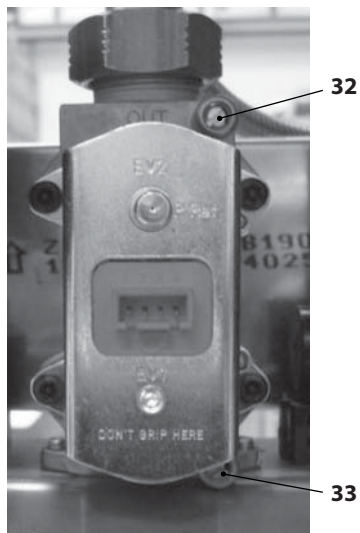

Рисунок 7.1
Выключив котел (приведя в нерабочее состояние), проверьте давление питания при помощи отвода 32 см. Рисунок 7.1 и сравните считанное значение со значениями, приведенными в таблице "Давление газа на подаче" в разделе "Технические данные M290.24CM/..." на с. 26, "Технические данные M290.28CM/..." на с. 28 и "Технические данные M290.32CM/..." на с.30.
- Тщательно закройте отвод для замера давления 32 см. Рисунок 7.1.
- Откройте отвод для замера давления 22 см. Рисунок 7.1 и подсоедините манометр.